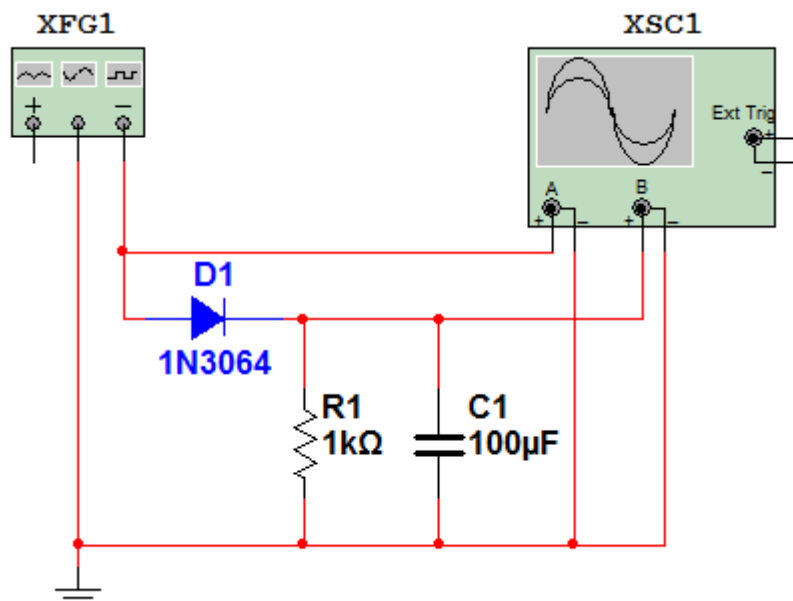

Рис. 2.5. Схема однополупериодного выпрямителя со сглаживающим фильтром
2) Исследовать работу однополупериодного выпрямителя со сглаживающим фильтром. Для этого собрать схему, приведенную на рис. 2.5, установить  $C = 0,1$  мкФ,  $R = 10$  кОм. Зарисовать осциллограмму выходного напряжения (пульсации) при том же входном сигнале.